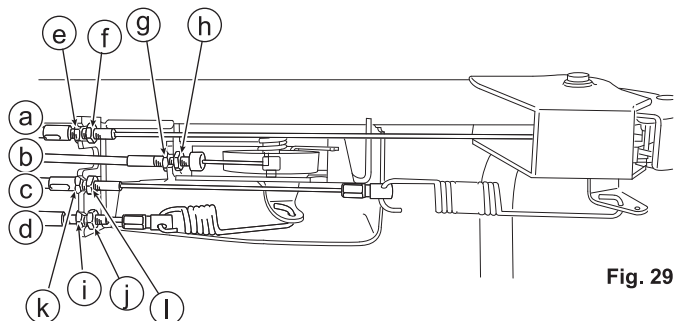

Fig. 29
8.6.1 Alavanca do acelerador (Veja as fig. 29 e 30)
8.6.2 Manipulo da lâmina (Veja as fig. 29 e 31)
3. Verifique se a lâmina pára quando o manipulo da lâmina (C) é libertada.
8.6.3 Manipulo da embraiagem de acionamento (Veja as fig. 29 e 32)
3. Verifique se a máquina pode ser movimentada para trás quando o manipulo da embraiagem de acionamento (B) é libertada.
8.6.4 Alavanca de ajuste de velocidade (Veja as fig. 29 e 33)